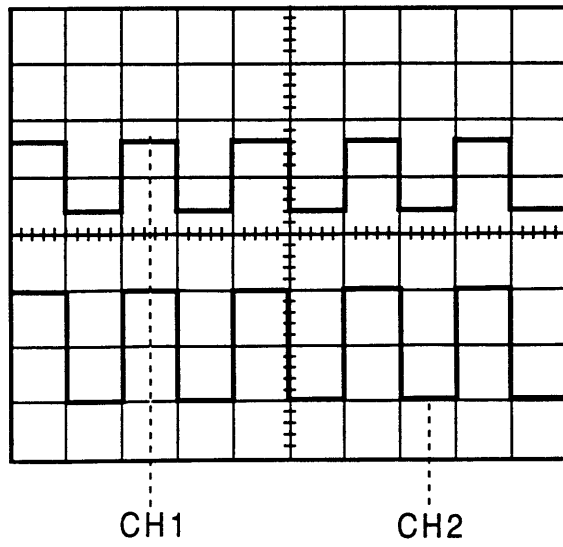

figure 8
- . coefficient de balayage (18) : 0.5 ms/div
- . mode de déclenchement (17) : AUTO
- Effectuer, si nécessaire, un cadrage horizontal (figure 8) à l'aide de la commande POSITION (7) et stabiliser la trace au moyen du potentiomètre LEVEL (14).